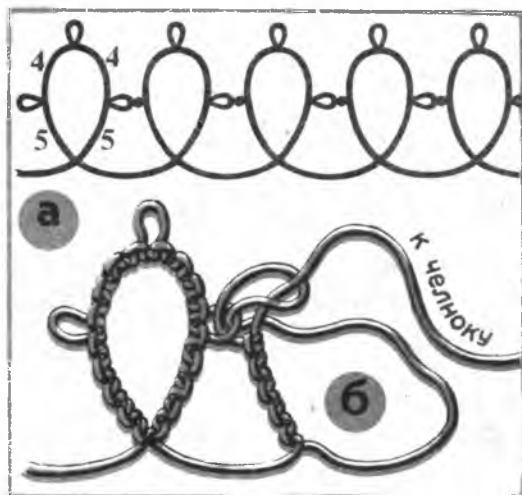
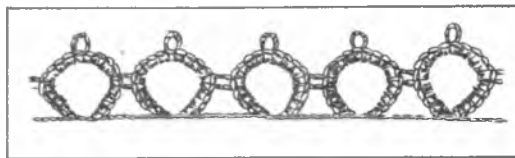

Рис. 15. Узор из колец с «пико» (упражнение № 1)
Рис. 16. Готовый узор (упражнение № 1)
**Упражнение 1.** Возьмите один челнок с намотанной нитью и плетите кольцо, состоящее из 5 узлов, пико, 4 узла, пико, 4 узла, пико и 5 узлов (см. схему рис.15,а). Затянув кольцо, сплетите новое кольцо, отступив от первого на расстояние, равное диаметру кольца. Второе кольцо (и все следующие) состоит из 5 узлов, сцепки (на схеме обозначена точкой), 4 узла, пико, 4 узла, пико и 5 узлов. Затянув второе кольцо, сплетите третье и т.д., поочередно сцепляя кольца.
**Выполнение сцепки.** Для соединения деталей друг с другом пользуются следующим приемом. В пико одной детали протягивают с помощью вязального крючка рабочую нить от второй детали на месте сцепления и в образованную петлю продевают челнок с ведущей нитью (рис.15,б). Затягивают петлю, потянув за рабочую нить. При этом ведущая нить должна свободно передвигаться в ряду узлов. Сцепка готова. Далее продолжают плести узор. Готовый узор приведен на рис. 16.